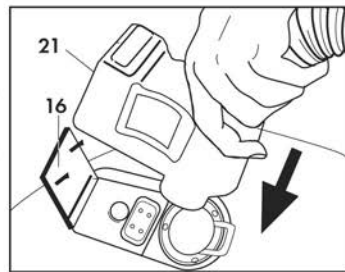

Abb. 6
Die Klappe der Steckbuchse (16) an den Körper des Schnellanschlusses drücken und kontrollieren ob die beiden Teile richtig ineinander rasten (Abb. 6).